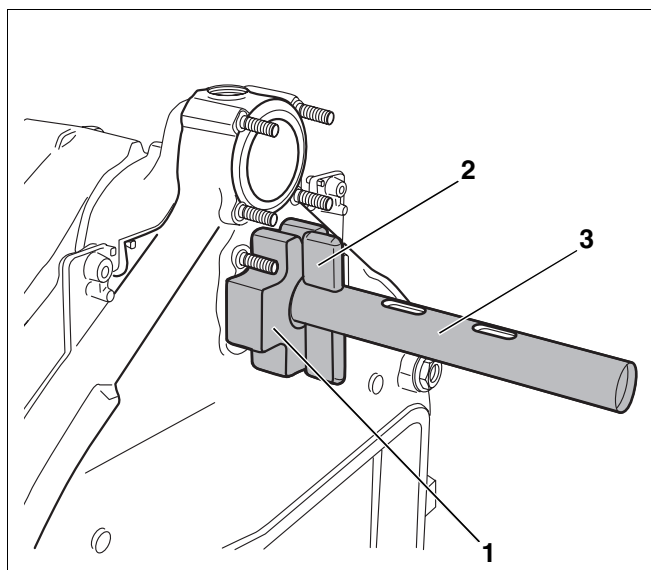

Fig. 15 Kjeltrekkeverktøy på bakelementet
- På baksiden av kjelen skal tilleggsflensene (fig. 15, **pos. 1**) skyves på begge trekkstengene (fig. 15, **pos. 3**) og sikres med en kile (fig. 15, **pos. 2**) hhv. en sylindrestift (for kjeltrekkeverktøy 2.2).